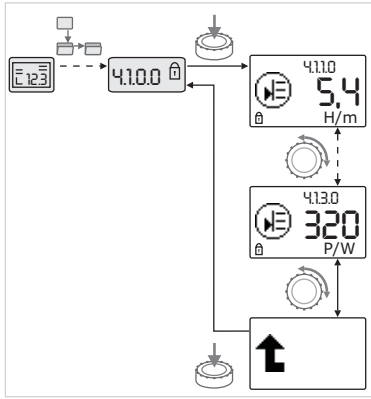

Fig. 4.2: Informacijos iškvietimas
- Sukant valdymo mygtuką, valdomi esamo submeniu „Informacija“ tipo meniu elementai (žr. Fig. 4.2). Simboliais vaizduojamų nuostatų paaiškinimą žr. lentelėje, skyriuje 8.7 „Ataskaitos meniu elementai“ p. 35.